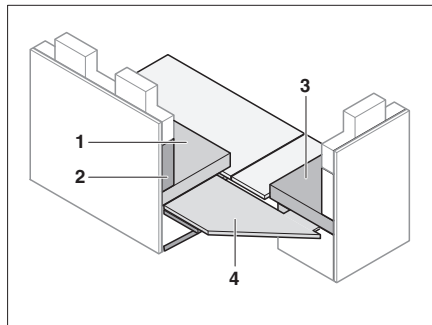

Bild 146 Verstärkungsplatte einsetzen
- Verstärkungsplatte (Bild 146,4) auf Sitzbankverlängerung auflegen.